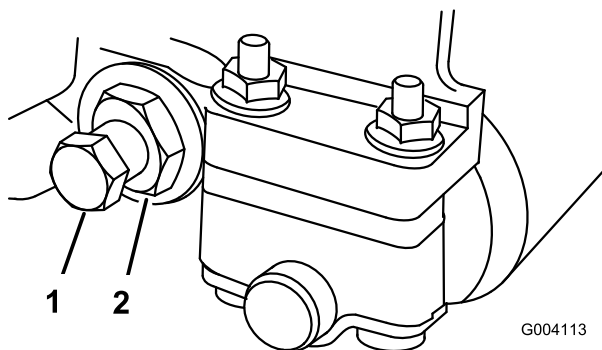
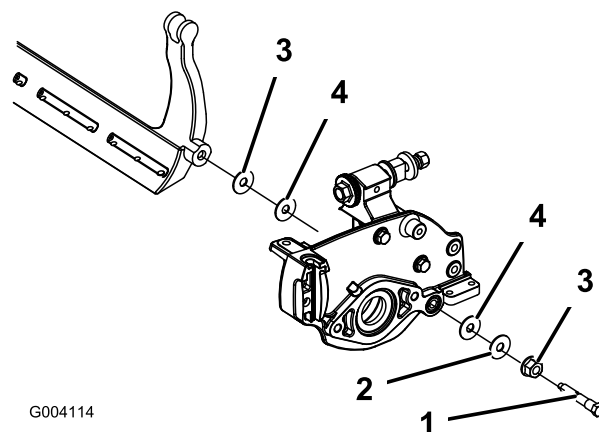

Figure 20
Figure 21
3. De chaque côté de la machine, desserrez le contre-écrou de fixation du boulon de la barre d'appui (Figure 20).
4. Retirez les boulons de la barre d'appui afin de pouvoir abaisser la barre et la déposer du boulon de la machine (Figure 20). Mettez de côté les deux rondelles en nylon et une des rondelles en acier estampé situées de chaque côté de la barre d'appui (Figure 21).
2. Fixez la barre d'appui sur chaque plaque latérale avec les boulons (munis d'écrous) et 6 rondelles. Une rondelle en nylon doit être placée de chaque côté du bossage de la plaque latérale. Placez une rondelle en acier à l'extérieur de chaque rondelle en nylon (Figure 21). Serrez les boulons de la barre d'appui à 27 à 36 Nm. Serrez les contre-écrous jusqu'à ce que les rondelles en acier extérieures cessent de tourner et qu'il n'y ait plus de jeu axial ; toutefois, ne serrez pas excessivement et ne fléchissez pas les plaques latérales. Les rondelles peuvent présenter un espace à l'intérieur.